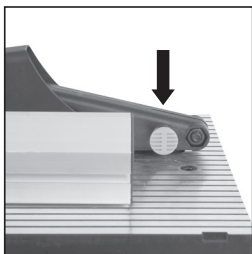

FIG. 19
- Estrarre il perno di posizionamento a molla sul retro del coprilama superiore (**Fig. 19**)